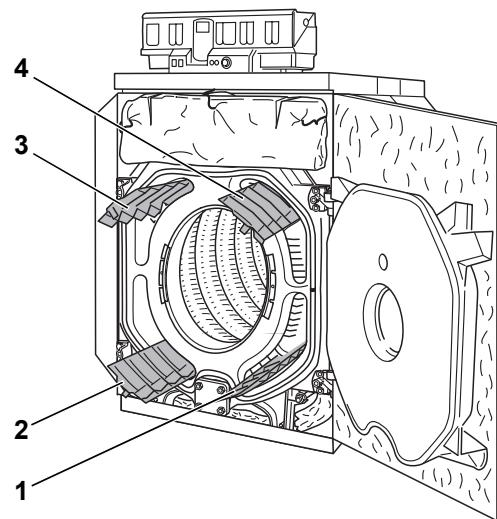

Fig. 72 Rimozione dei turbolatori
- ▶ Estrarre i turbolatori dai tiraggi, tirandoli in avanti (fig. 72, da [1] a [4]).